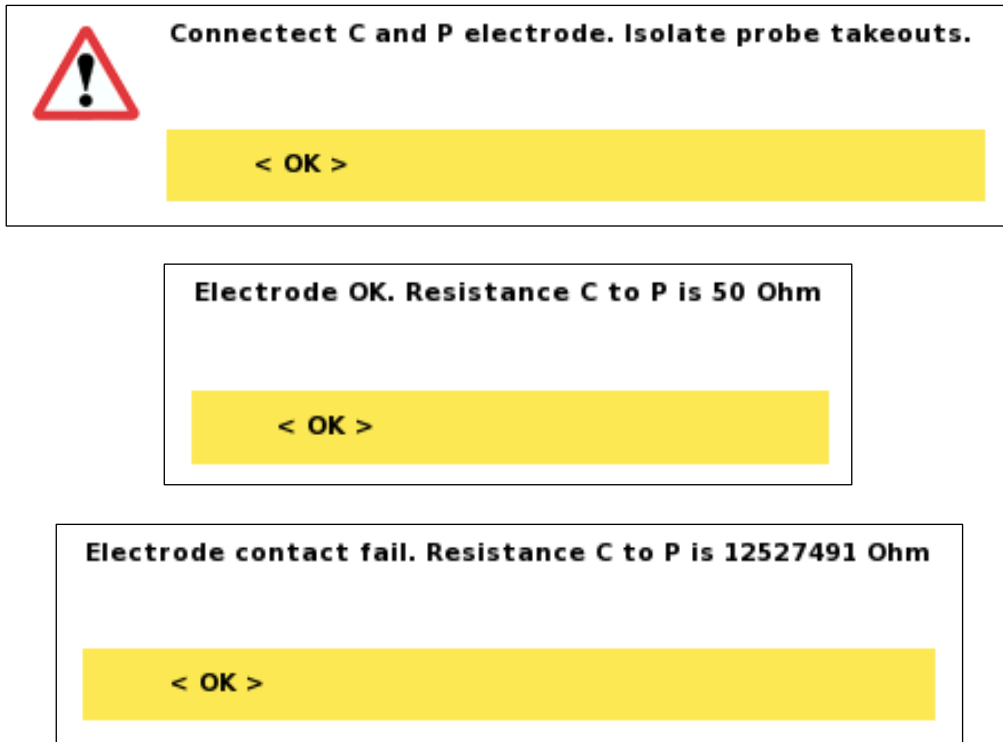

Figura 87 Cuadros de diálogo de prueba de electrodos
- Siga las instrucciones del primer cuadro de diálogo (Figura 87)